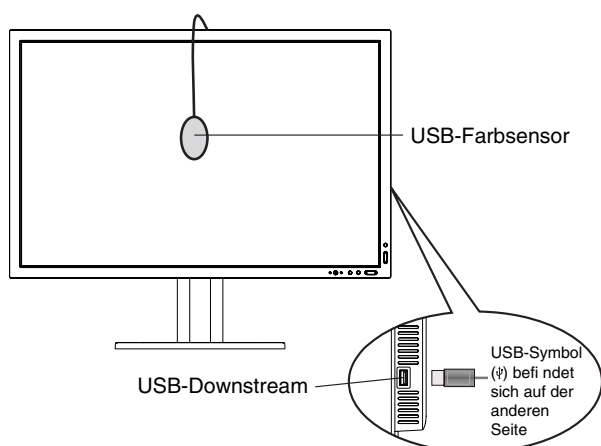

Abbildung S.1
3. Schließen Sie den USB-Farbsensor an der Seite (oder Unterseite bei Hochformat) an den USB-Downstream-Port an (**Abbildung S.1**).
6. Sie werden aufgefordert, den USB-Farbsensor in der Mitte des Bildschirms zu platzieren (**Abbildung S.3**). Neigen Sie den Monitor um etwa 5 Grad nach hinten, und platzieren Sie den USB-Farbsensor in der Mitte des Bildschirms (**Abbildung S.1**).